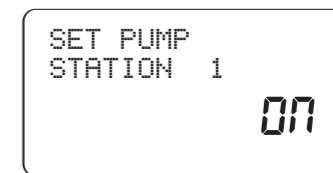

Figura 21: Funzione di avvio pompa attivata per la stazione 1
- Premere una sola volta il tasto **RAIN DELAY** (Ritardo pioggia) [Vedere la Figura 21]